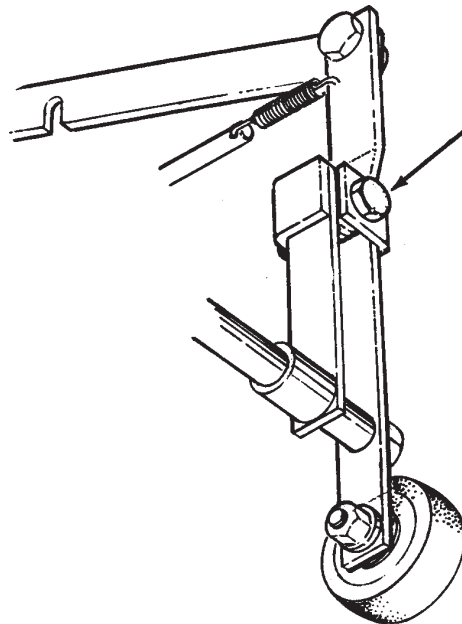

Figure 11
1. Repérez la vis de mise à niveau (voir la figure 11).